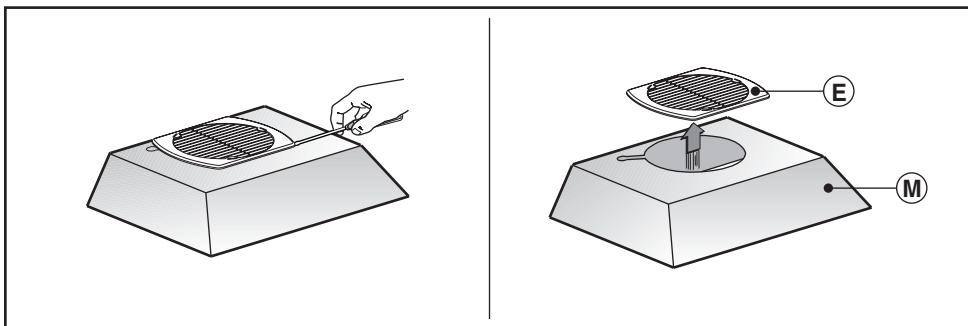

Fig.7
-Haka loss kupolen **M** och ta bort gallret **E** (Fig.7).